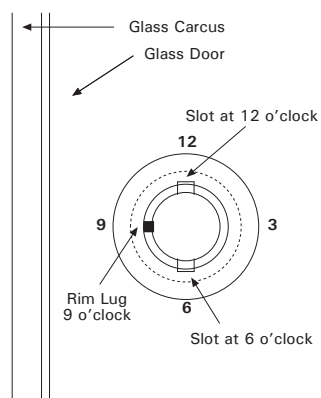
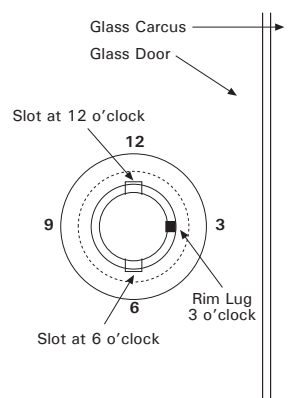
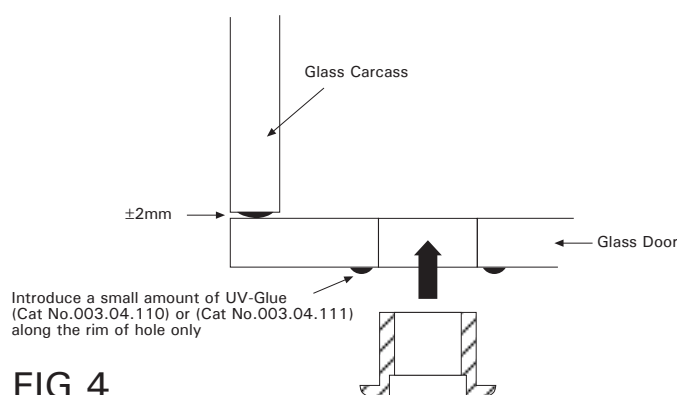

FIG 2
FIG 3
FIG 4
- 4a. **Left hand operation:** with the 2 slots down the bore of the cylinder housing in the **6 o'clock** and **12 o'clock** position bond the housing to the glass with the lug on the rim of the cylinder housing in the **9 o'clock** position (see Fig.2). Apply UV-Glue (Cat No.003.04.110) or (Cat No.003.04.111) (see Fig.4 & 5).
- 4b. **Right hand operation:** same procedure as 4a, but bond the housing to the glass with the lug on the rim of the cylinder housing in the **3 o'clock** position (see Fig.3). Apply UV-Glue (Cat No.003.04.110) or (Cat No.003.04.111) (see Fig.3).
- 4a. **Linksmontierung:** Mit den 2 Nuten in der Mitte des Gehäuses in der **6.00 Uhr** und **12.00 Uhr** Position verkleben Sie das Gehäuse mit dem Zapfen am Rand des Zylindergehäuses auf **9.00 Uhr** (s. Abb.2). Verkleben Sie mit UV-härtendem Klebstoff (Art. Nr.003.04.110 oder 003.04.111) (s. Abb.3).
- 4b. **Rechtsmontierung:** Der selbe Vorgang wie 4a., nur wird das Gehäuse mit dem Zapfen auf **3.00 Uhr** positioniert verklebt (s. Abb.3). Verkleben Sie mit UV-härtendem Klebstoff (Art. Nr.003.04.110 oder 003.04.111) (s. Abb.4 & 5).